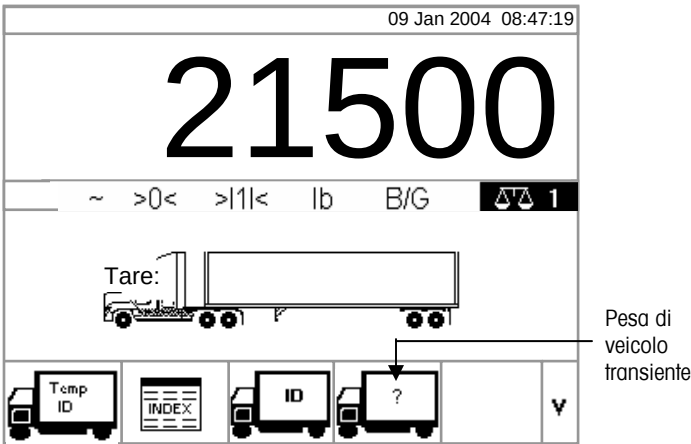

Figura 2-11: Schermata di pesa predefinita
1. Una volta che il veicolo si trova sulla bilancia, premere il tasto programmabile PESA DI VEICOLO TRANSIENTE (Vedere la Figura 2-11).